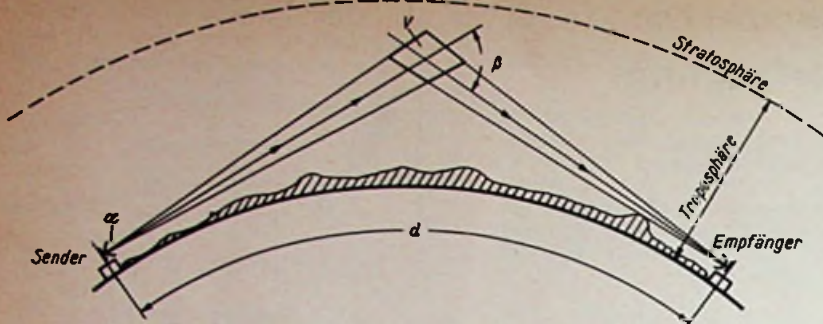

Bild 2. Strahlen-Geometrie als Vorbedingung für Scatter.
Für den privaten Gebrauch in der Wohnung des Schwerhörigen kommt diese Methode in der skizzierten Form kaum in Frage, denn die Verlegung einer geschlossenen Drahtschleife ist umständlich, und die Verstärkerleistung muß relativ hoch sein. Hier hilft der Wenductor, eine Spule aus Kupfer-Lackdraht in einem Kunststoffgehäuse von $100 \times 100 \times 75$ mm (Bild 1). Ihre Impedanz ist bei $f = 800$ Hz $\sim 3,5 \Omega$, so daß die Spule über ein einfaches Flachkabel an den Anschluß für den zweiten Lautsprecher im Rundfunkgerät gelegt werden kann. Die Spule erzeugt ein kräftiges Feld mit einer ausgeprägten Richtwirkung (Achterform): eine Messung ist in Bild 2 dargestellt. Eine Spannung von $0,5 V_{eff}$ an der „Wenductor“-Spule erzeugt in der Telefonspule eines Hörgerätes im Abstand von 1 m etwa $0,3 mV_{eff}$
Rechts: Bild 2. Richtcharakteristik des Wenductors
Der Abstrahlwinkel muß so gewählt werden, daß sich der Sender-Antennenstrahl mit dem (scheinbaren) Empfangs-Antennenstrahl genügend überlappt (Bild 2). Der Scatter-Winkel soll dabei so klein wie möglich sein, um ein möglichst großes, gemeinsames Volumen der beiden Strahlen zu erreichen, denn je größer das Volumen ist, um so größer kann die Bandbreite (B) des Signals gewählt werden, die noch verzerrungsfrei übertragen werden kann, vorausgesetzt, daß der Antennen-Öffnungswinkel α einen bestimmten Grad nicht überschreitet.